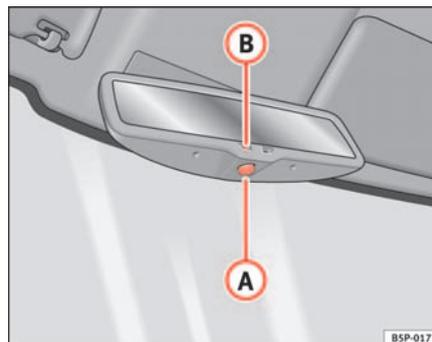

Abb. 66 Automatisch abblendbarer Innenspiegel
- Drücken Sie die Taste **(A)** ⇒ Abb. 66. Die Kontrollleuchte **(B)** erlischt.
- Drücken Sie die Taste **(A)** ⇒ Abb. 66. Kontrollleuchte leuchtet auf.